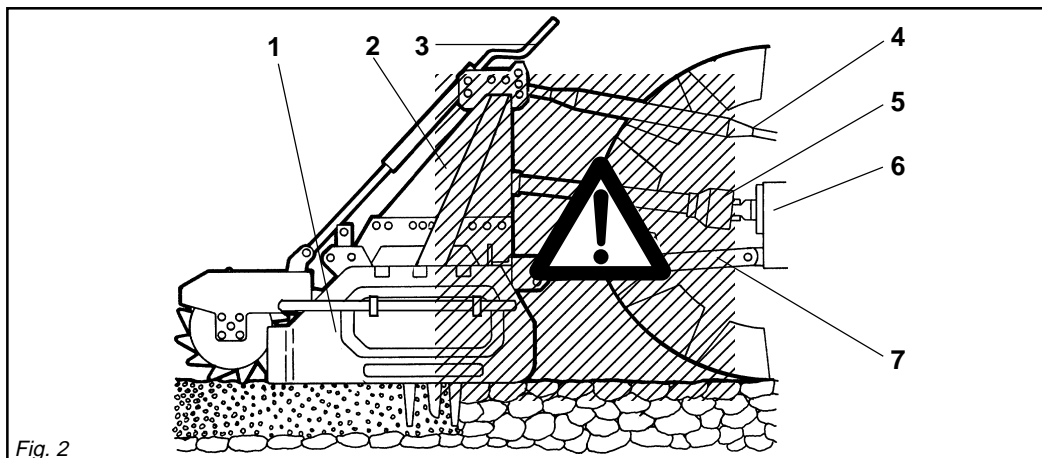

Fig. 2
- 24) È assolutamente vietato interporci tra il trattore e l'erpice (Fig. 2) con motore acceso e cardano inserito nonché senza aver azionato il freno di stazionamento ed aver inserito, sotto le ruote, un ceppo o un sasso di bloccaggio.
- 28) È assolutamente vietato interporci fra il trattore e l'attacco dell'erpice per manovrare il comando dall'esterno per il sollevamento (Fig. 2).
- 24) *It is absolutely forbidden to stand between the tractor and the implement (Fig. 2) when the engine is running and the cardan shaft is engaged without having first engaged the hand brake and placed a block or stone under the wheels to prevent them from moving.*
- 28) *It is absolutely forbidden to stand between the tractor and the implement when manoeuvring the lift control from the outside (Fig. 2).*
- 24) Es ist absolut verboten, bei laufendem Motor und eingeschalteter Gelenkwelle zwischen den Schlepper und das Gerät zu treten (Abb. 2). Dazu muß die Feststellbremse gezogen werden und unter die Räder ein Bremskeil oder ein großer Stein gelegt werden sein.
- 28) Es ist absolut verboten, zwischen den Schlepper und den Anschluß zu treten, um die Aushebung von außen zu betätigen (Abb. 2).